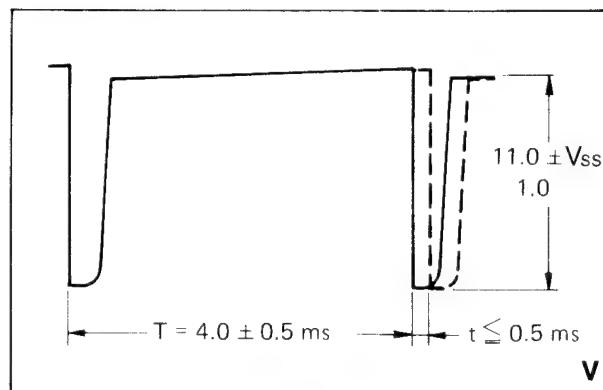

Bild 3-15
2. Tastkopf an TP 2, es sollen Impulsintervalle von $T = 4 \text{ ms}$ sichtbar sein. Abweichungen „t“ kleiner als $0,5 \text{ ms}$ (Bild 3-15).